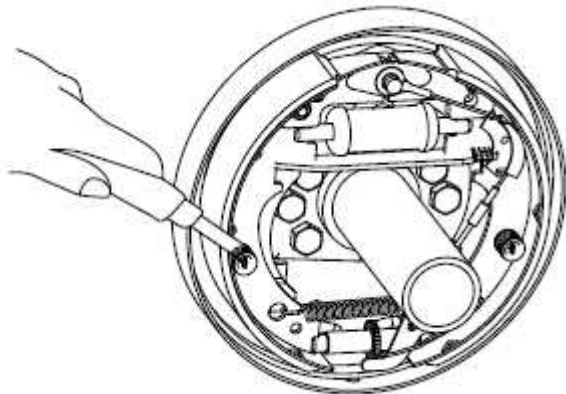

Рис. 2-12
(3) Нужно снять три прижимные пружины (См. Рис. 2-12).